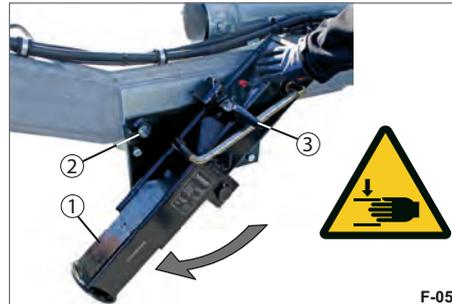

Abb. 53 Schwenkstütze drehen
- ▶ Schwenkstütze (Abb. 53/1) in die senkrechte Stützposition drehen.
- ▶ Sicherungshebel (Abb. 53/3) nach unten schwenken.
Der Bolzen fährt in die Arretier-Bohrung (Abb. 53/2) ein.